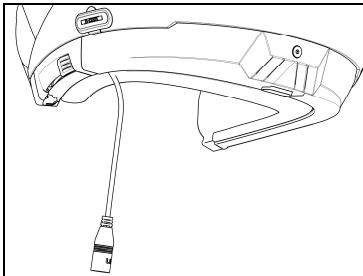

Abb. 14
- Bringen Sie erneut die Dichtung des Helmrandes an, indem Sie sie mit der eigens dafür vorgesehenen Schraube festmachen und dabei achten, dass das Verbindungskabel zum Motorrad wie auf Abb. 14 dargestellt aus dem Helm heraustritt.